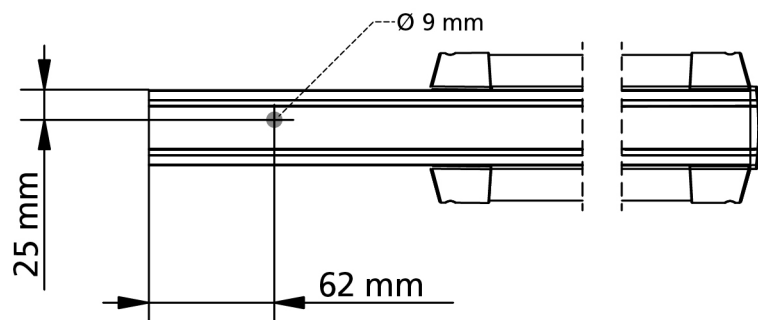

Fig.2
5. Forare la barra sul lato rivolto verso l'armadio con una punta da 9 mm rispettando le misure riportate in fig.2
13. Far passare il cavo nel foro presente al centro dell'albero di trasmissione del motore (fig.2) e portare il cavo all'interno dell'armadio della barriera
5. Drill the bar on the side facing the cabinet with a 9 mm drill complying with the measures indicated in fig. 2